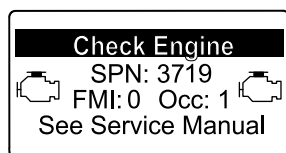

図 36
- リカバリ再生が必要になると、インフォセンターにエンジン警告 SPN 3719, FMI 16 (図 36) が表示され、エンジン出力が 85% にダウンします。